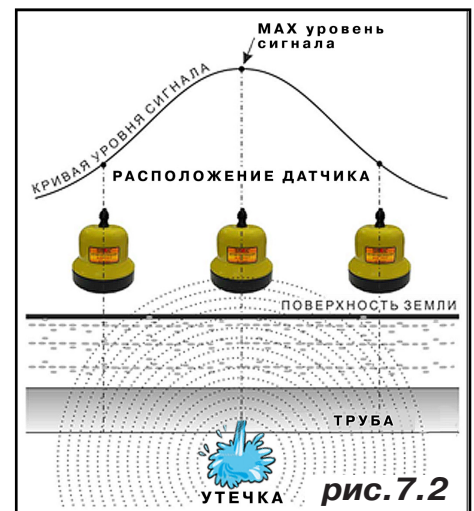

рис. 7.2
**Месту утечки соответствует точка с максимальным уровнем «полезного» сигнала (рис. 7.2).**